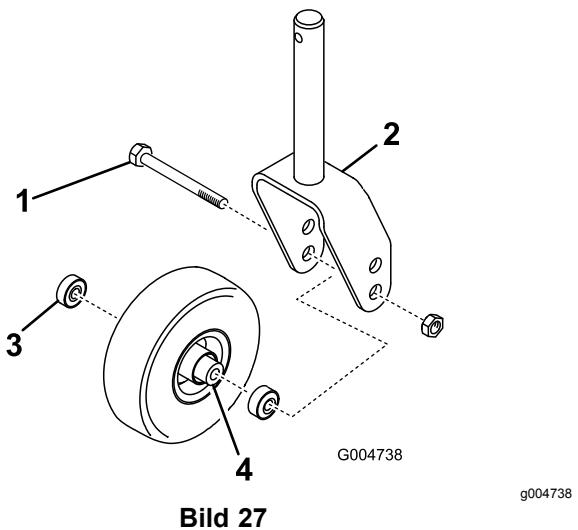

Bild 27
1. Entfernen Sie die Sicherungsmutter von der Schraube, mit der das Laufrad an der Gabel befestigt ist (Bild 27). Halten Sie das Laufrad fest und schieben die Schraube aus der Gabel oder vom Gelenkkarm ab.
2. Entfernen Sie das Lager aus der Radnabe und lassen das Lagerdistanzstück herausfallen (Bild 27). Entfernen Sie das Lager aus der gegenüberliegenden Seite der Radnabe.